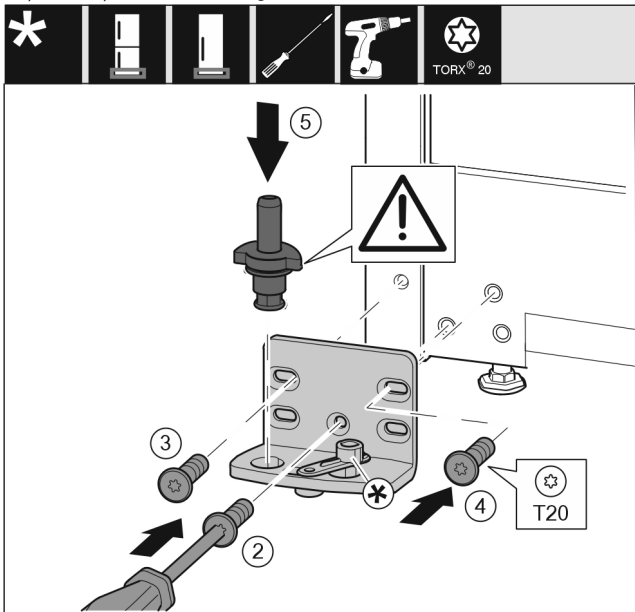

Fig. 14
- ▶ Aplicați suportul de lagăr pe partea opusă și înșurubați-l cu ajutorul unei șurubelnițe T20. Începeți cu șurubul 2 de jos din centru. Fig. 14 (2)
- ▶ Înșurubați ferm șurubul 3 și 4. Fig. 14 (3,4)
- ▶ Introduceți complet bolțul de lagăr. Aveți grijă aici ca respectiva camă de cuplare să fie îndreptată către înapoi. Fig. 14 (5)